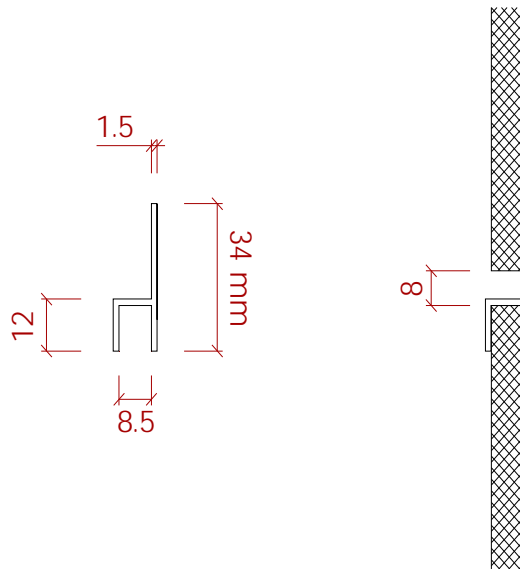

Figure 1 - Joint type "chaise"
en respectant les prescriptions du § 3 du Dossier Technique et les figures 1 à 9.
- joints fermés par des profilés « chaises » selon la figure 1,